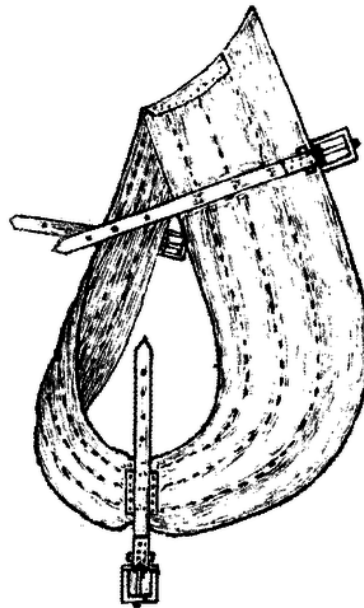
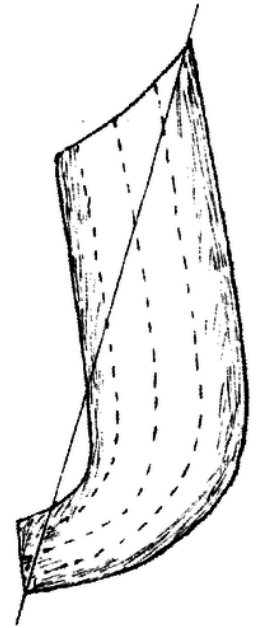

Fig. 1
Fig. 2
**Das Unterkumt.** Unsere heutige Abbildung (Fig. 1) stellt uns ein Unterkumt dar, wie es hauptsächlich beim Train verwendet, d. h. eingeführt ist. Dieses Unterkumt wird wesentlich anders hergestellt, als wie jenes für den privaten Gebrauch. Das Unterkumt wird aus grauem Leinendril angefertigt und mit Reilhaare gefüllt. Man schneide sich vier Teile, wie Fig. 2 zeigt, wovon jeweils zwei Teile mit der Maschine zusammengenäht werden, d. h. oben muss es offen bleiben zur Füllung. Die Grösse der Unterkumte ist verschieden, und zwar Nr. 1 65, Nr. 2 70, Nr. 3 75 und Nr. 4 80 Zentimeter lang. Die Breite ist oben 22, unten 14 und am Zug 24 Zentimeter. Nachdem die vier Teile zu je zwei Teilen zusammengenäht sind, füllt man sie, und zwar so, dass die hintere Wulste stärker gefüllt wird. Man nähe nun die beiden Teile mit Vorderstichen ab, und zwar zuerst die hintere Wulste, welche ziemlich fest sein muss, dann die vordere und zuletzt die mittlere Wulste. Nun muss man beim Zunähen auf die schon genannte Länge bedacht sein. Fig. 2 zeigt uns durch den Strich
an, wie das Unterkumt gemessen wird. Man nähe nun die beiden abgenähten Teile mit festem Faden zusammen und besetze es oben und unten mit einem Lederbelag, dass es einen festen Abschluss bekommt, wie auch in Fig. 1 zu sehen ist. Ferner wird das Unterkumt mit drei Riemen besetzt, wovon die beiden oberen 40 Zentimeter und der untere 32 Zentimeter lang und 20 Millimeter breit sind. Dieselben dienen zum Anschlallen an das Kumt. Die beiden oberen Riemen werden 15 Zentimeter von der oberen Mitte aus gemessen festgenäht, und zwar jeweils zwischen die beiden mittleren Nähte, d. h. wo es abgenäht ist. Der untere kleinere Riemen wird in die Mitte auf den Lederbelag genäht. Das Unterkumt ist nun fertig. Die Hauptsache ist eben dabei, dass es die richtige Länge hat und dass es nicht zu leicht, aber auch nicht zu fest gefüllt wird, mit Ausnahme der hinteren Wulste, welche ziemlich fest sein muss. Die Breite der Wulsten ist: hintere 6 1/2, vordere 3 1/2 und mittlere 4 1/2 Zentimeter. A. Sch.